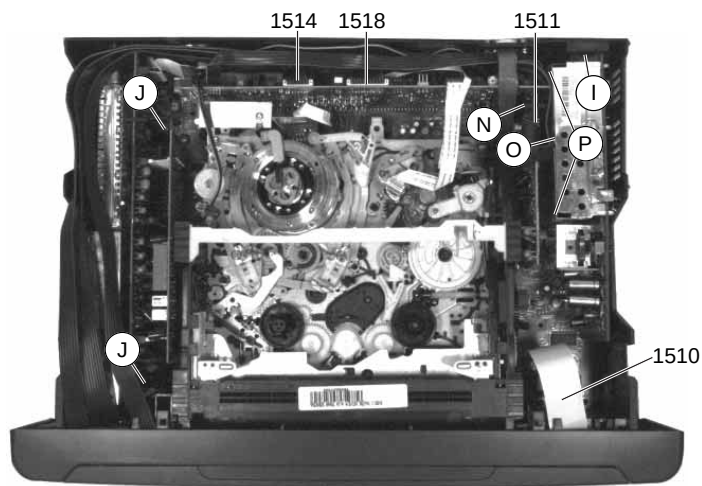
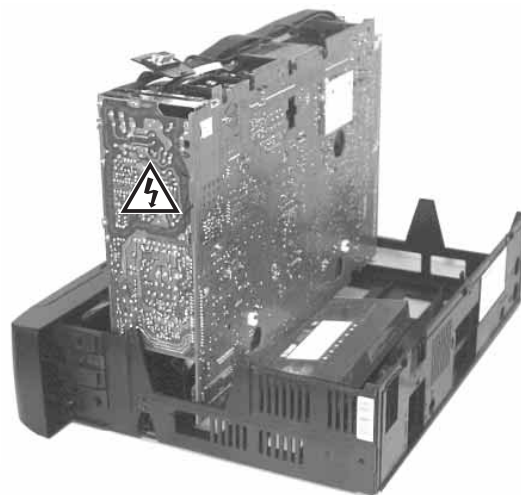
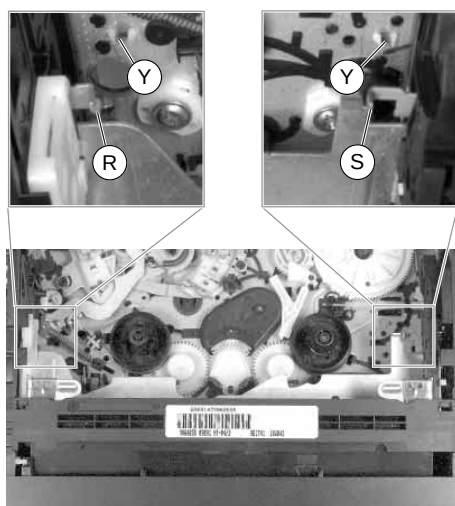
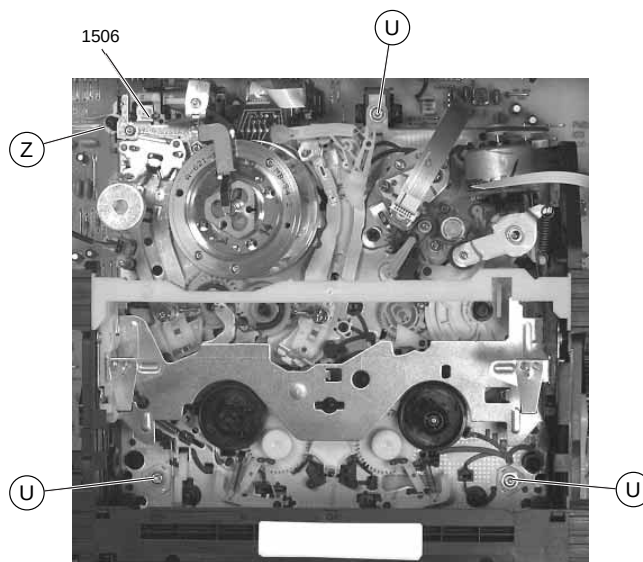

Fig. 7
Fig. 8
Fig. 11
Fig. 12
- Steckverbindungen 1510, 1511, 1514, 1518 zur Bedieneinheit (PDCGN...) lösen (Fig. 7).
- 2 Schrauben (J) und Schraube (N) herausdrehen (Fig. 7).
- Rastnase (I) (Fig. 7) lösen und Netzteil mit Chassisplatte vorsichtig etwas anheben.
Chassisplatte mit Laufwerk wie in Fig. 8 gezeigt im Gehäuserahmen aufstellen und mit einer handelsüblichen Cassette abstützen. Steckverbindungen 1510, 1511, 1514, 1518 der Bedieneinheit wieder kontaktieren (Fig. 7).
- Disconnect the plug-in connections 1510, 1511, 1514, 1518 to the Keyboard Unit (PDCGN...) (Fig. 7).
- Undo 2 screws (J) and screw (N) (Fig. 7).
- Release the locks (R) and (S) (Fig. 11) of the cassette compartment and move it inwards to gain access to the screws (U) (Fig. 12).
- Undo the screws (U) (Fig. 12).
- Disengage the locking lug (I) (Fig. 7) and lift the Power Supply Board together with the Family Board carefully by a small amount.
Place the Family Board with Drive Mechanism in vertical position on the cabinet frame as shown in Fig. 8 and support it using a commonly available cassette. Reconnect the plug-in connections 1510, 1511, 1514, 1518 to the Keyboard Unit (Fig 7).
- Stege (O) / (P) (Fig. 7) durchtrennen.
Achten Sie nach der Reparatur darauf, daß der Abschirmdeckel des Netzteilbausteins angebracht und der mittlere Steg (O) (Fig. 7) verlötet ist!
- Arretierungen (R) und (S) (Fig. 11) des Cassettenschachtes lösen und diesen dabei so weit nach innen schieben, bis die Schrauben (U) (Fig. 12) zugänglich sind.
- Schrauben (U) herausdrehen (Fig. 12).
- Laufwerk im Bereich des Halters (Z) (Fig. 12) vorsichtig etwas anheben, damit sich die Steckverbindung 1506 zwischen dem Laufwerk und der Chassisplatte löst.
- Rastnasen (Y) (Fig. 11) lösen und Laufwerk aus dem Gerät nehmen.
- 2 Schrauben (J) herausdrehen und Steckverbindung 1526 lösen.
- S-VHS-Platte herausziehen (Fig. 7).
- Cut the bridges (O) / (P) (Fig. 7).
On completion of the repairs ensure that the shielding plate is refitted to the Power Supply Unit and that the bridge in the middle (O) (Fig. 7) is resoldered!
- Lift the Drive Mechanism carefully by a small amount at holder (Z) (Fig. 12) to disengage the plug-in connection 1506 between the Drive Mechanism and the Family Board.
- Disengage the locking lugs (Y) (Fig. 11) and remove the Drive Mechanism.
- Undo 2 screws (J) and detach the plug-in connection 1526.
- Pull out the S-VHS Board (Fig. 7).